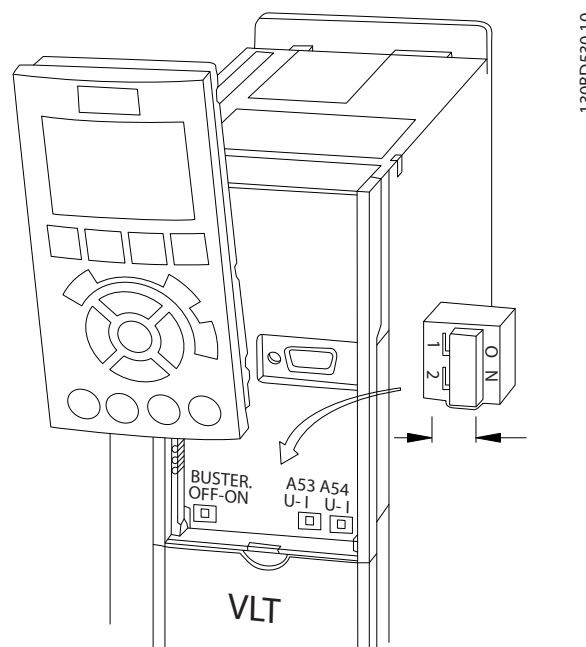

Abbildung 4.13 Lage der Schalter für die Klemmen 53 und 54
1. Entfernen Sie die LCP-Bedieneinheit (siehe Abbildung 4.13).
- Schließen Sie die Segmente an beiden Endpunkten ab – entweder mit Hilfe des Terminierungsschalters (Busklemme ein/aus, siehe *Abbildung 4.13*) des Frequenzumrichters oder mit einem polarisierten Widerstandsnetzwerk.